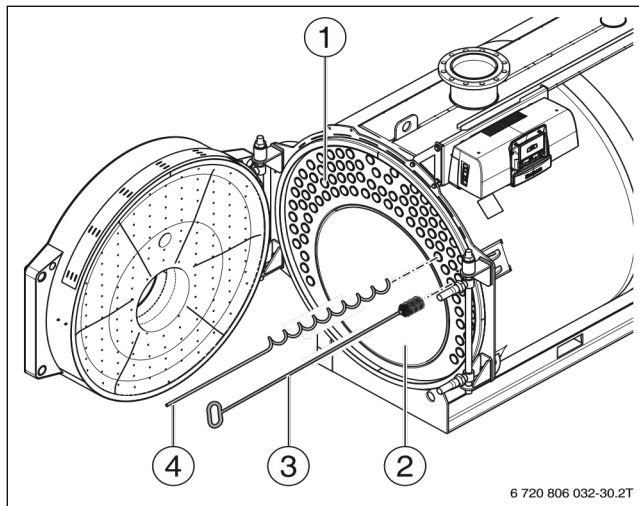

Рисунок 22 Чистка поверхностей нагрева
- Удалите остатки продуктов горения из топочной камеры (→ Рисунок 22, стр. 31), газоотводящих каналов, а также из сборного коллектора дымовых газов и отвода конденсата.